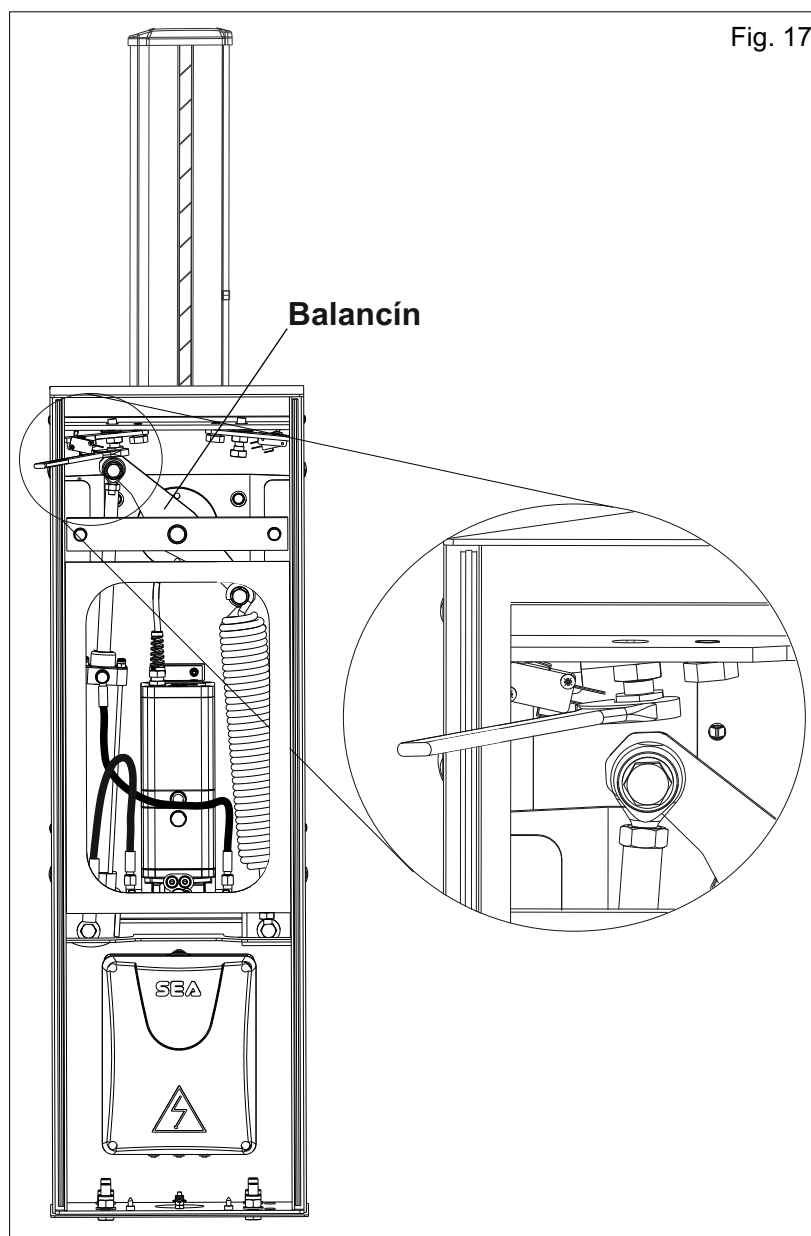

Fig. 17
- Desbloquear los tornillos de fin de carrera desatornillando las tuercas de apriete en los topes mecánicos (Fig. 17)
- Destornille o apriete los tornillos de fin de carrera de modo que la barra quede perfectamente vertical en apertura y perfectamente horizontal en cierre (Fig. 17)